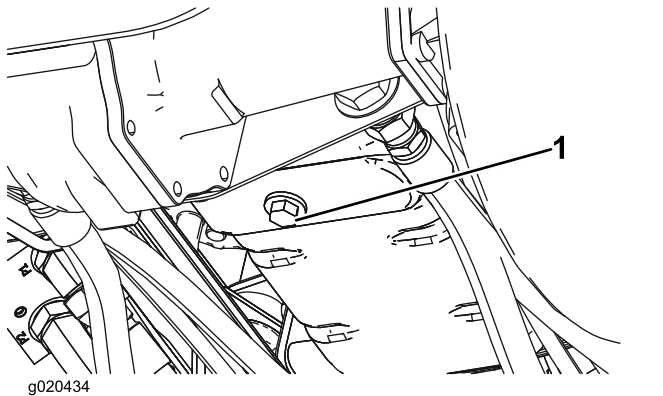

Figura 74
1. Togliete il tappo di spurgo (Figura 74) e lasciate defluire l'olio in una bacinella. Quando tutto l'olio cessa di defluire, rimontate il tappo.